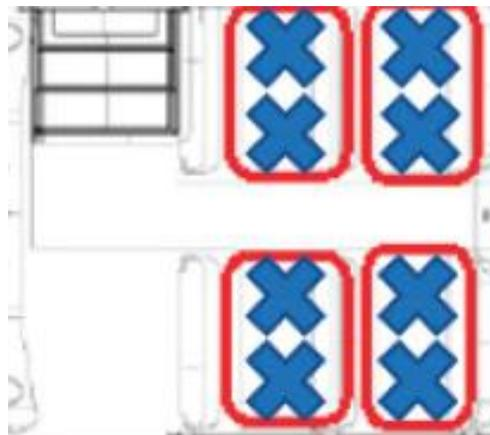

Figure 4 - Emplacement des sièges avec système d'ancrage (en option)
10. S'il en est équipé, accédez aux deux rangées de sièges derrière le chauffeur (Figure 4).